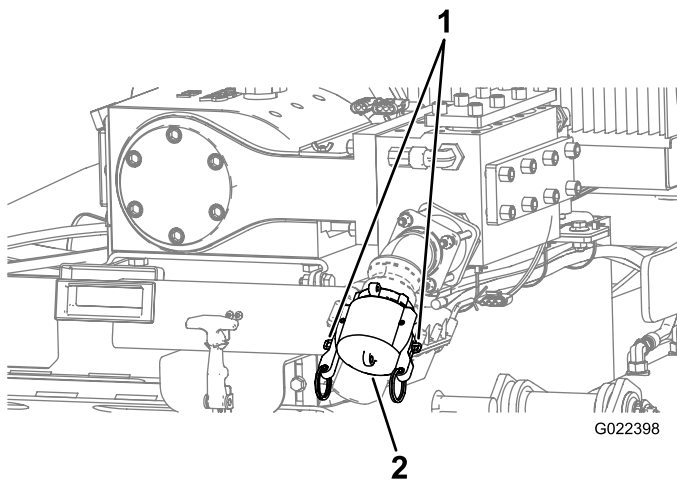

Bild 47
1. Heben Sie die Verschlüsse am Pumpenzulaufdeckel und nehmen den Deckel ab (Bild 47).